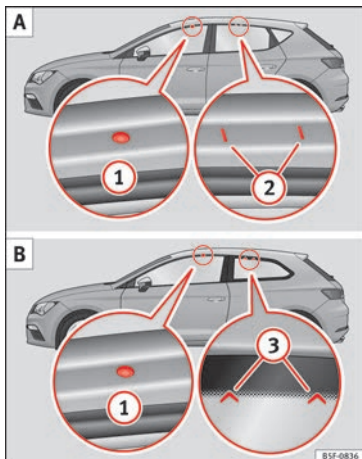

Fig. 184 Leon/Leon SC : points de fixation des barres longitudinales pour la galerie porte-bagages du toit.
Les points de fixation avant et arrière ① et ② peuvent uniquement se voir avec les portes ouvertes »» **fig. 184 A**.
Les points de fixation avant ① sont uniquement visibles lorsque les portes sont ouvertes. Les points de fixation arrière ③ sont marqués sur le bord supérieur de la vitre latérale avec les pointes de flèche »» **fig. 184 B**.